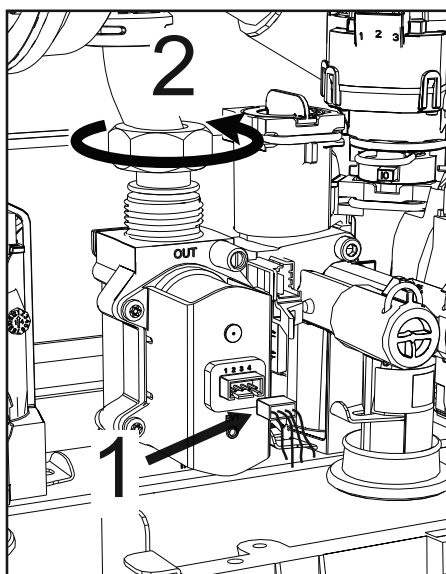

fig. 43
- Desconecte los conectores eléctricos "1" (fig. 43).
- Desconecte el tubo de entrada de gas "2" (fig. 43).